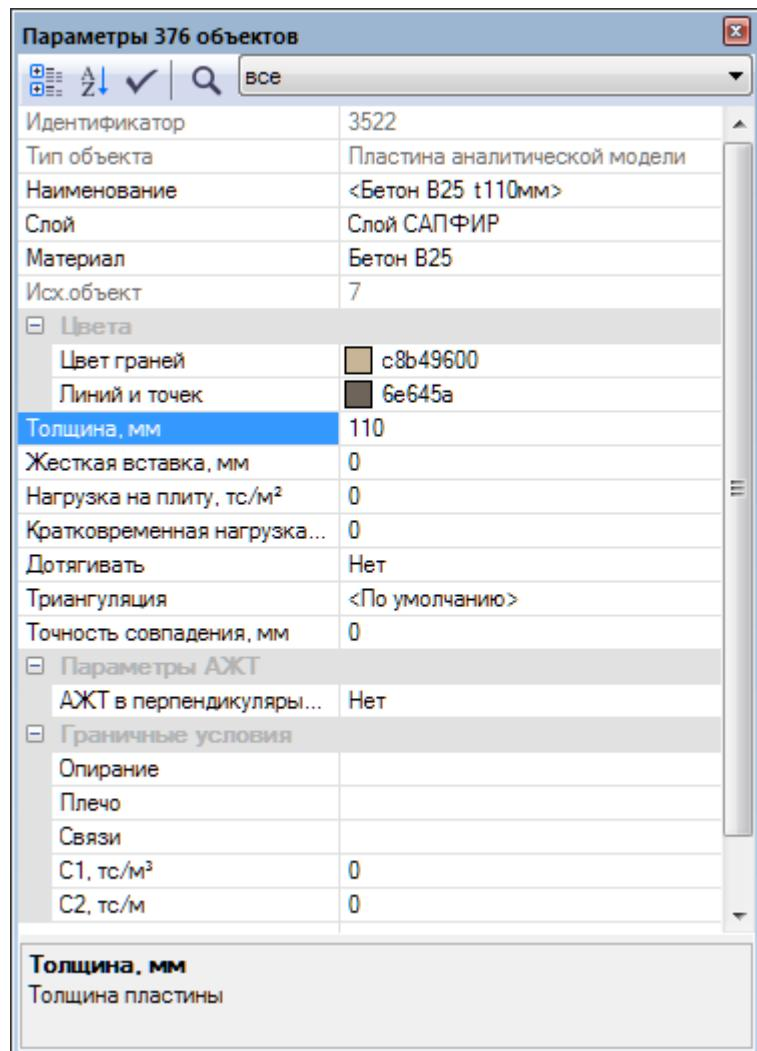

Рис.5.5. Служебное окно Параметры
- В служебном окне **Параметры** назначаем выделенным пластинам толщину 110 мм (рис.5.5)